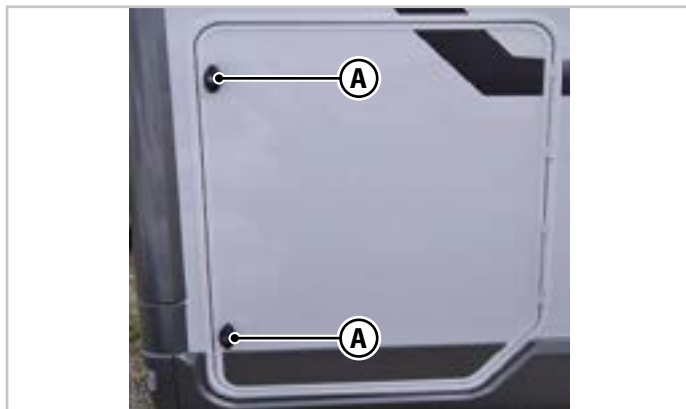

Fig.5.3 - Garasjelåser
- Forsikre deg om at du har låst garasjerommet ved å låse alle låsene (A - Fig.5.3) før du begynner å kjøre. Bare det å lukke døren med trykk sikrer ikke at den låses.
Garasjen er utstyrt med én eller to låser (A - Fig.5.3).